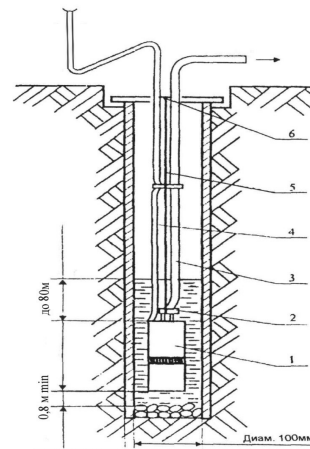

Рис. 4
- Опустить электронасос в воду в соответствии с рекомендациями, указанными в разд. 3 настоящего руководства, и закрепить трос над скважиной, кодом и т.п. (см. рис.4).